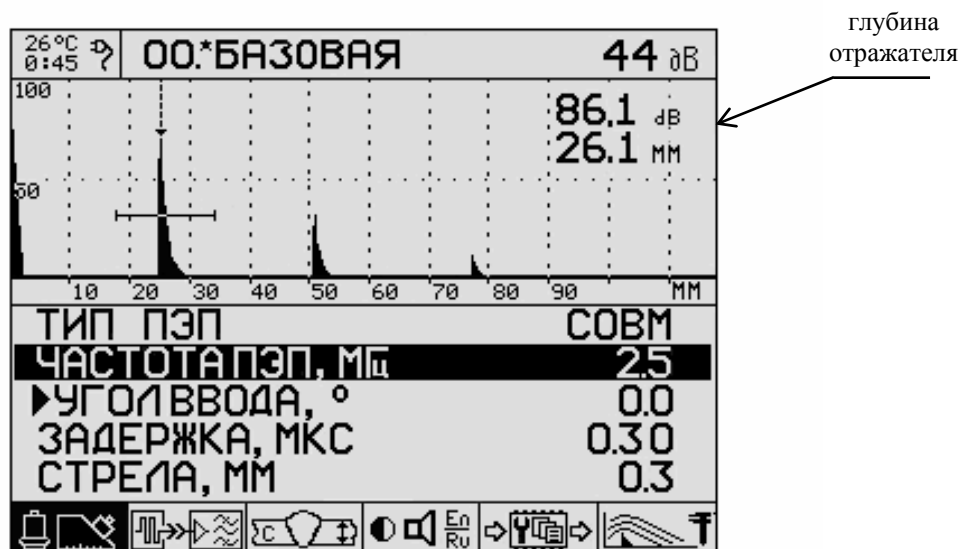

Рисунок 3.7
3.3.2.3 В правой верхней части экрана третьим числом сверху индицируется расстояние по лучу измеряемого импульса в мм (Рисунок 3.7). В случае прямого преобразователя расстояние по лучу совпадает с глубиной. Выберите
3.3.3.3 Выйдете обратно в режим «ПОИСК». В правой части экрана крупным шрифтом индицируется показание глубины в мм для I донного эхосигнала (Рисунок 3.7). Запишите это значение - Н1.